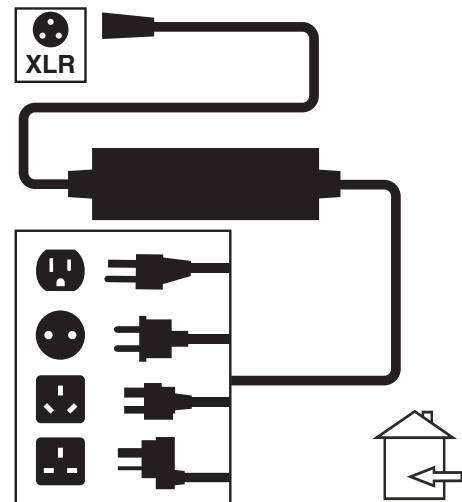

Figure 21. Recharge des batteries
3. Branchez le connecteur à 3-fiches du câble du chargeur externe dans le réceptacle de programmation/chargeur sur le contrôleur. **Voir la figure 21.**